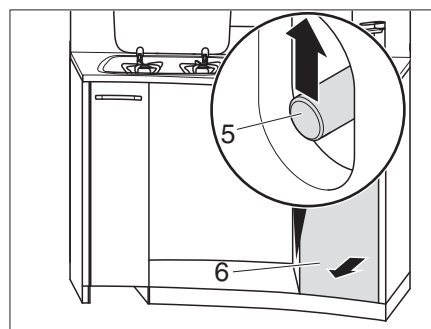

Fig. 134 Desbloquear el cajón superior de la cocina
- Introducir la mano a través de la abertura y empujar hacia arriba la barra de empuje (Fig. 134,5).